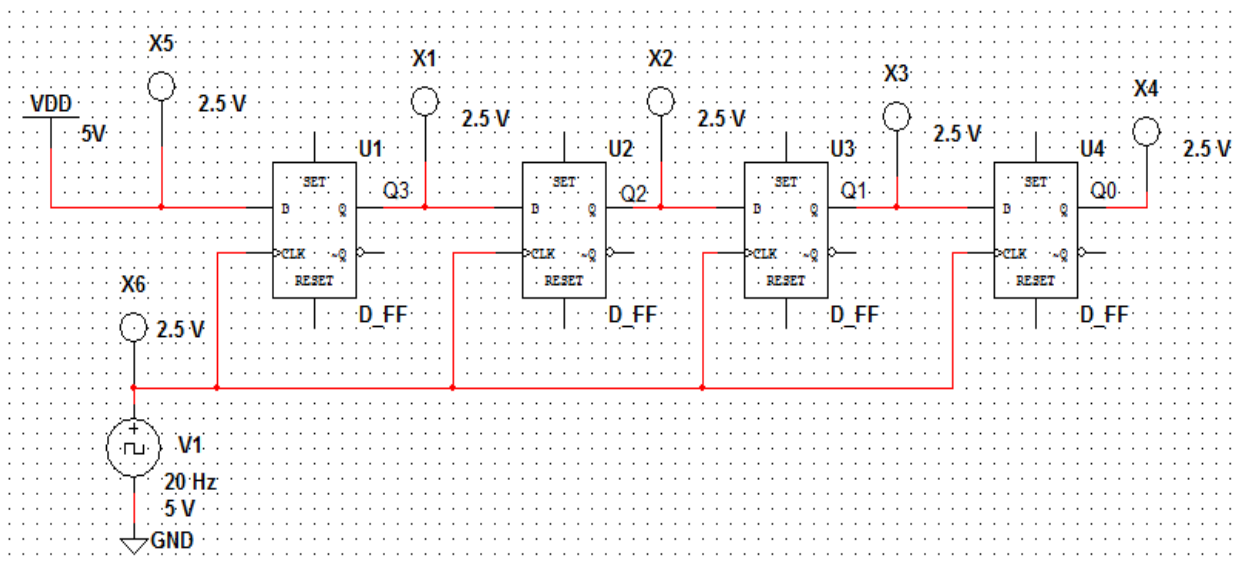

Рисунок 6 Схема для моделирования работы последовательного регистра
3.1.1 Открыть модель **x_Posl_Reg.ms10** для исследования работы последовательного регистра (рис. 6) или собрать её самостоятельно.